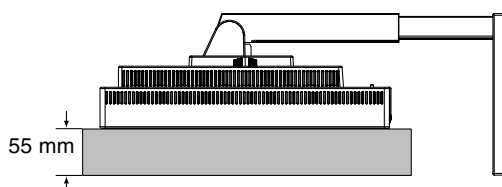

Abbildung S.1
3. Legen Sie den Monitor mit der Vorderseite nach unten auf eine weiche Oberfläche. (Der Bildschirm sollte auf eine um 55 mm (2,2 Zoll) erhöhte Fläche gelegt werden, damit der Fuß bündig mit der Oberfläche des Tisches abschließt) (**Abbildung S.1**).